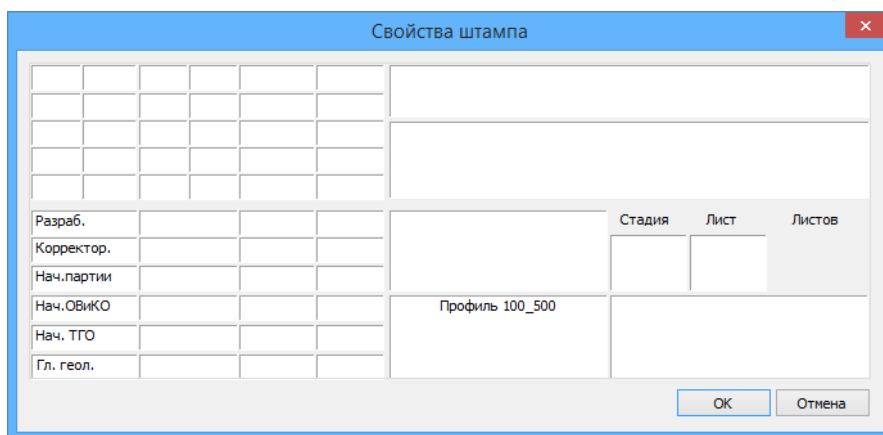

Рис. 5 Заполнение штампа.
Проект – это набор связанных документов: чертежей планов, профилей и других документов (см. рис. 5) Данные с профилей и планов используются при формировании общей базы проекта (см. Модель данных). Информация о файлах, включенных в проект, хранится в файле проекта \*.prpj, который размещается в папке проекта. Название файла проекта совпадает с названием папки проекта.
2. В диалоговом окне *Свойства штампа* (см. рис. 5) заполнить поля штампа и нажать ОК.